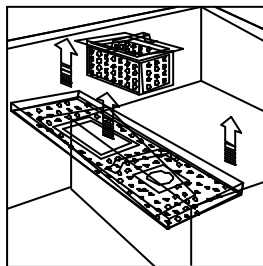

Fig. 13
- Limpiar diariamente la bandeja y el recogedor de desperdicios (Fig. 13).